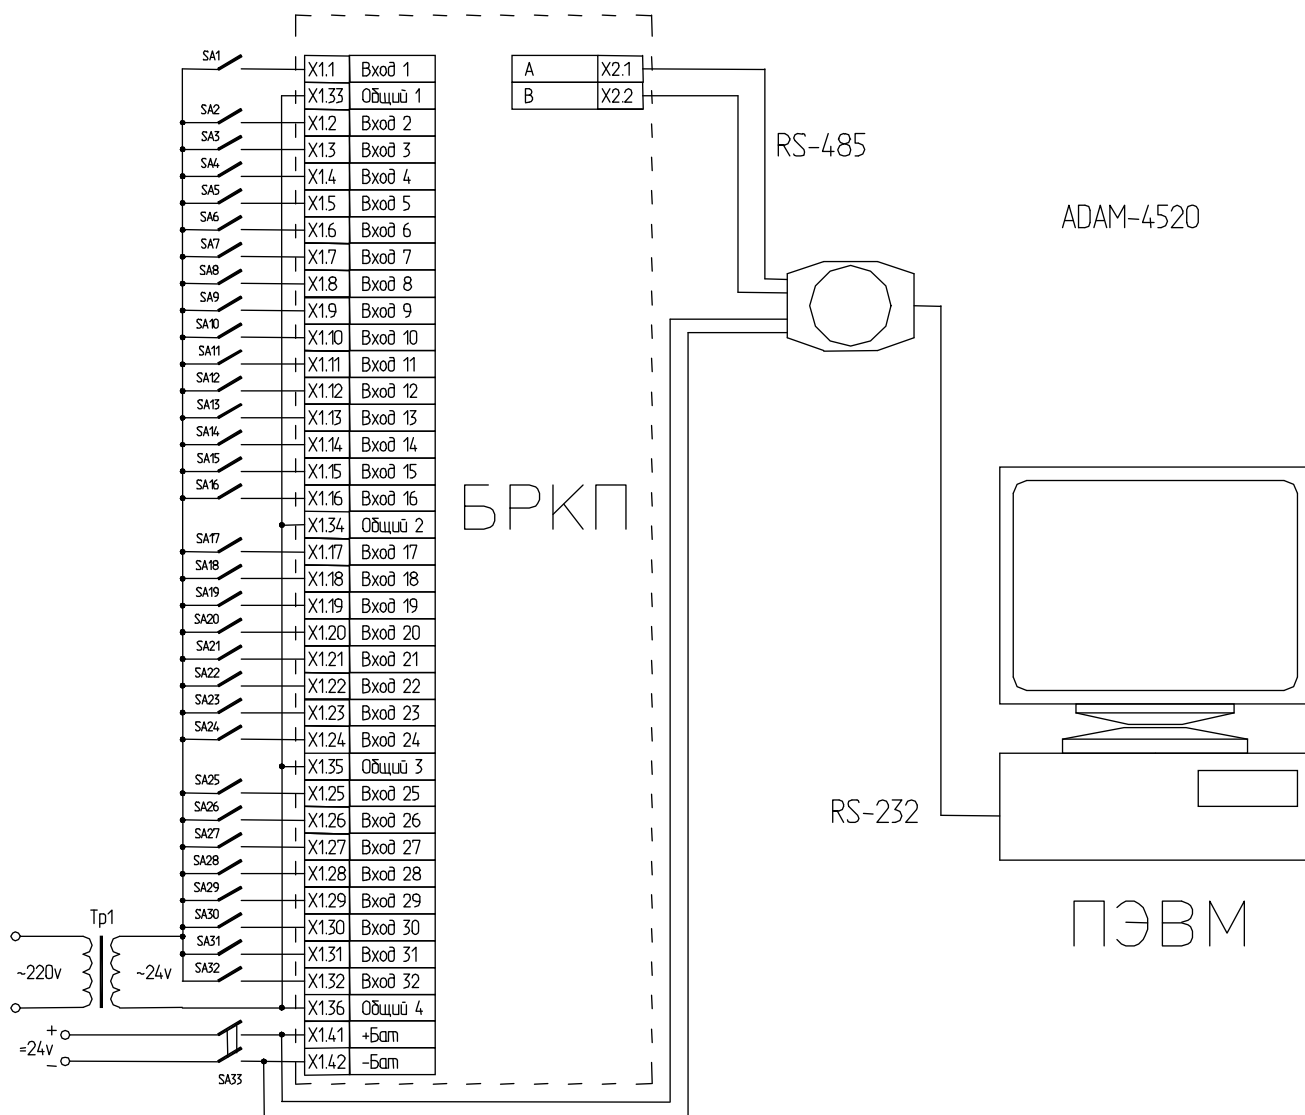

Рис. 3
Так как блок расширения контролируемого пункта не производит измерения электрических величин, к нему не предъявляются требования по метрологическому контролю. Проверка работоспособности и текущий ремонт БРКП производится на стенде, схема которого приведена на рис.3 РЭ. Методика проверки работоспособности блока расширения изложена в пункте 2.3 данного руководства по эксплуатации.
Во время работы блок расширения не требует вмешательства обслуживающего персонала. Техническое обслуживание сводится к периодическому (не реже одного раза в год) контролю характеристик на стенде (схема стенда приведена на рис.3 РЭ) в условиях КИПиА.
1. Собрать стенд по схеме рис.3 РЭ.
Блок расширения контролируемого пункта не требует технического обслуживания. Техническое состояние БРКП проверяется не реже одного раза в год по схеме приведенной на рис.3 в КИПе дистанции. Результаты проверки заносятся в паспорт изделия.